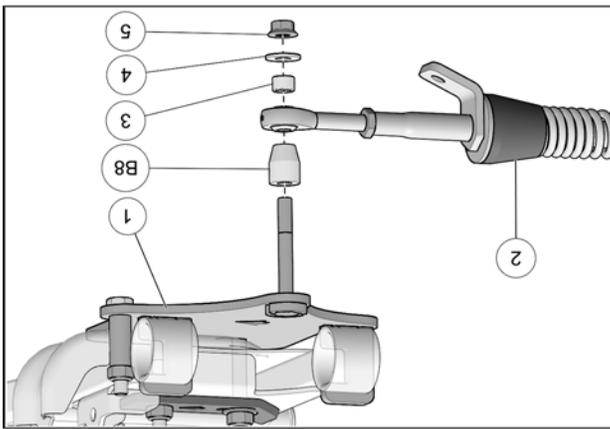

Fig. 14
12. Fixer le bras stabilisateur (2) à l'ancrage de suspension (1) à l'aide de l'espacer long (B8), l'espacer court (3), de la rondelle (4) et de l'écrou autobloquant (5). Serrer à un couple de 70 N•m [52 lb•pi]. Voir la Fig. 14